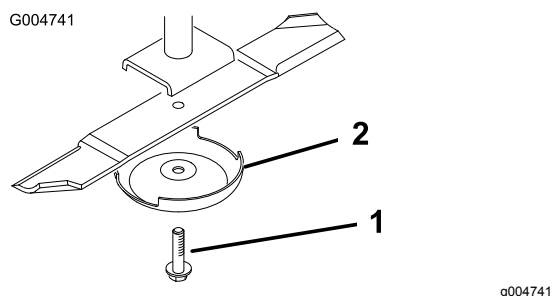

Figure 112
- Tenez la lame par son extrémité avec un chiffon ou un gant épais. Enlevez le boulon, la coupelle de protection et la lame de l'axe de pivot (Figure 112).